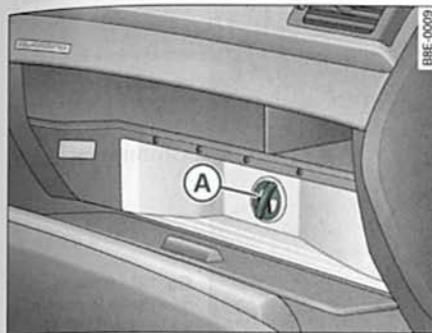

Fig. 118 Guantero con minibar abierto
- Abra la tapa del minibar ⇒ fig. 118
- Conecte o desconecte la refrigeración mediante el mando giratorio (A).